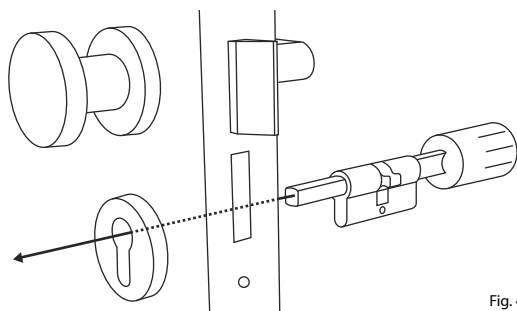

Fig. 4
- ④ Deslize o cilindro na fechadura de embutir da porta pelo lado de dentro da porta (Fig. 4).